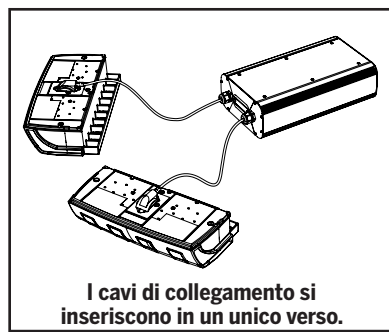

Figura 2
3. Inserire i cavi di collegamento del caricabatteria nei morsetti dei due batterie. (Le estremità dei cavi di collegamento sono progettate per poter essere inserite solamente in un verso. Vedere la Figura 2).